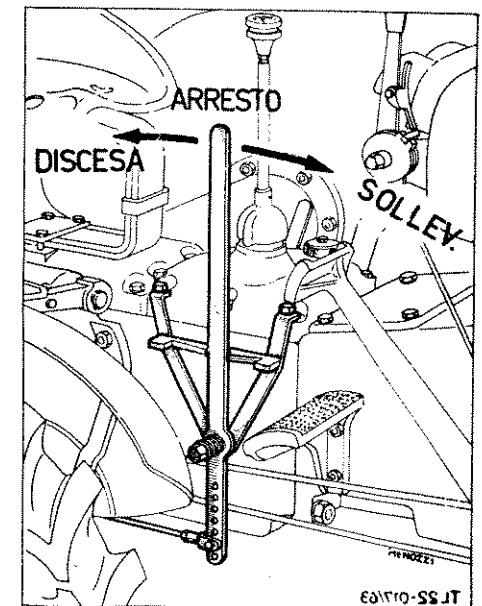

Fig. 36 — LEVA DI COMANDO DEL SOLLEVATORE IDRAULICO.
I movimenti del sollevatore sono regolati dal distributore 27) ruotante verticalmente nel corpo della pompa; una tacca 29) consente di variare il carico sulla molla 19) della valvola di scarico 18). Sul distributore è calettata una levetta 17) che viene comandata mediante una trasmissione a tirante, azionata da una leva (Fig. 36) situata alla destra del conducente.
- A) Accertarsi che la leva di comando (Fig. 36) sia al centro in posizione di **arresto**.
- C) Per **sollevare**: (Fig. 36) Disimpegnare la leva di comando dalla tacca centrale e spingerla in avanti.